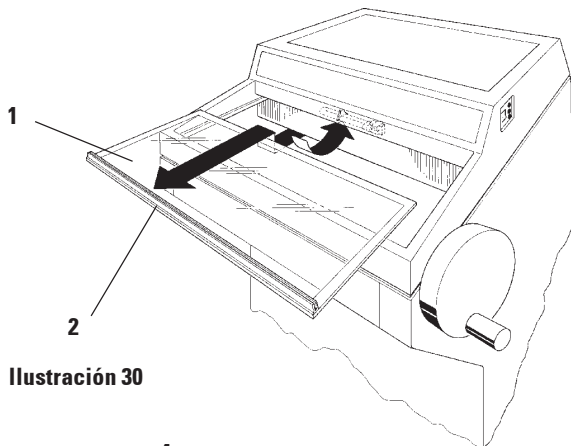

Ilustración 30
- Agarrar la ventana deslizante (1) cerrada por la parte delantera, alzarla ligeramente y sacarla. (**Ilustración 30**) - vea '9.3.6 Recambio de la lámpara de luz fluorescente'.